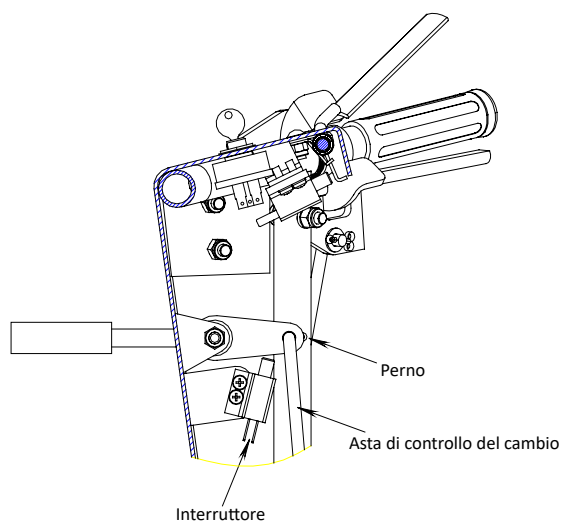

FIG 14.
- Spostare l'asta di controllo del cambio in posizione folle. La maniglia dovrebbe comprimere il pulsante del pressostato verso il basso di 5 mm, altrimenti la lunghezza dell'asta dovrebbe essere regolata. Per cambiare la lunghezza dell'asta, rimuovete la coppiglia dal gruppo superiore dell'asta di controllo del cambio. Rimuovere l'asta dal foro della staffa della leva. Ruotare l'asta fino a raggiungere la lunghezza desiderata per far comprimere correttamente l'interruttore. Reinstallare l'asta nel foro della staffa della leva e aggiungere la coppiglia. (Vedere FIG 14)